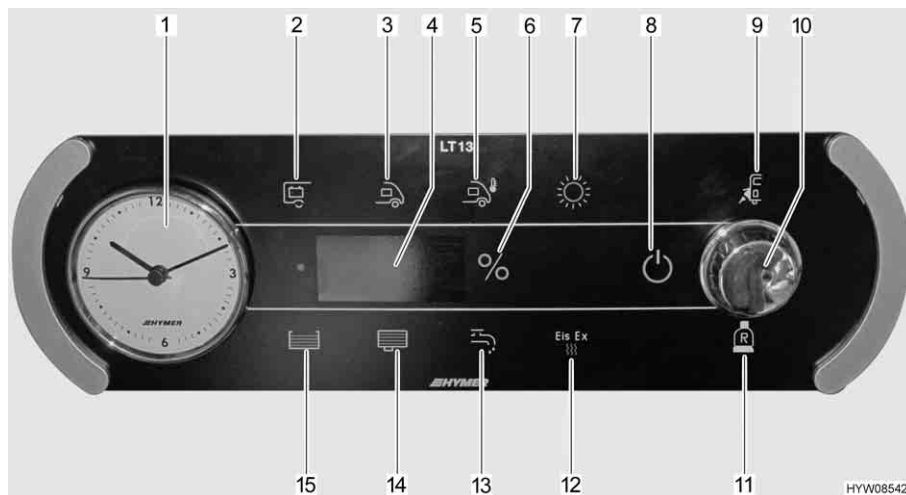

Fig. 116 Pannello di controllo (LT 13)
Il pulsante a rotazione (Fig. 116,10) inserisce o disinserisce il pannello di controllo e l'alimentazione a 12 V dell'abitacolo.
- Premere il pulsante a rotazione (Fig. 116,10): L'alimentazione a 12 V dell'abitacolo è inserita. La spia di controllo a 12 V (Fig. 116,8) diventa verde.
- Premere il pulsante a rotazione (Fig. 116,10): L'alimentazione a 12 V dell'abitacolo è disinserita. La spia di controllo a 12 V (Fig. 116,8) si spegne.
- Ruotare il pulsante a rotazione (Fig. 116,10), finché non si accende il simbolo pompa acqua (Fig. 116,13). Sull'indicatore compare lo stato di commutazione attuale ("ON" oppure "OFF").
- Ruotare il pulsante a rotazione (Fig. 116,10), finché non si accende il simbolo Eis-Ex (Fig. 116,12). Sull'indicatore compare lo stato di commutazione attuale ("ON", "AUTO" oppure "OFF").
Il simbolo controllo di rete (Fig. 116,9) è acceso quando il veicolo è alimentato con tensione di rete a 230 V. Le batterie vengono caricate.
Il simbolo bombola del gas di riserva (Fig. 116,11) è acceso quando viene utilizzata la bombola del gas di riserva.
- Ruotare il pulsante a rotazione (Fig. 116,10), finché non si accende il simbolo temperatura esterna (Fig. 116,5). La temperatura esterna viene visualizzata sull'indicatore (ad es. "25 °C").
- Ruotare il pulsante a rotazione (Fig. 116,10), finché non si accende il simbolo batteria abitacolo (Fig. 116,2). La tensione della batteria dell'abitacolo viene visualizzata sull'indicatore (ad es. "13,8U" per 13,8 Volt).
- Ruotare il pulsante a rotazione (Fig. 116,10), finché non si accende il simbolo della batteria dell'abitacolo (Fig. 116,2). La corrente della batteria dell'abitacolo è visualizzata sull'indicatore.
- Ruotare il pulsante a rotazione (Fig. 116,10), finché non si accende il simbolo batteria d'avviamento (Fig. 116,3). La tensione della batteria d'avviamento viene visualizzata sull'indicatore (ad es. "12,1U" per 12,1 Volt).
- Ruotare il pulsante a rotazione (Fig. 116,10), finché non si accende il simbolo solare (Fig. 116,7). La corrente fornita dal pannello di controllo solare viene visualizzata sull'indicatore (ad es. "5,8A" per 5,8 Ampere).
- Ruotare il pulsante a rotazione (Fig. 116,10), finché non si accende il simbolo serbatoio acqua (Fig. 116,15). Il livello del serbatoio dell'acqua è visualizzato in percentuale sull'indicatore. Se il serbatoio dell'acqua è vuoto, l'indicatore lampeggia.
- Ruotare il pulsante a rotazione (Fig. 116,10), finché non si accende il simbolo serbatoio acque grigie (Fig. 116,14). Il livello del serbatoio delle acque grigie è visualizzato in percentuale sull'indicatore. Se il serbatoio delle acque grigie è pieno, l'indicatore lampeggia.
- ▷ Se il simbolo "%" (Fig. 116,6) lampeggia, significa che il sensore è difettoso. Pulire il sensore o chiamare il servizio clienti.